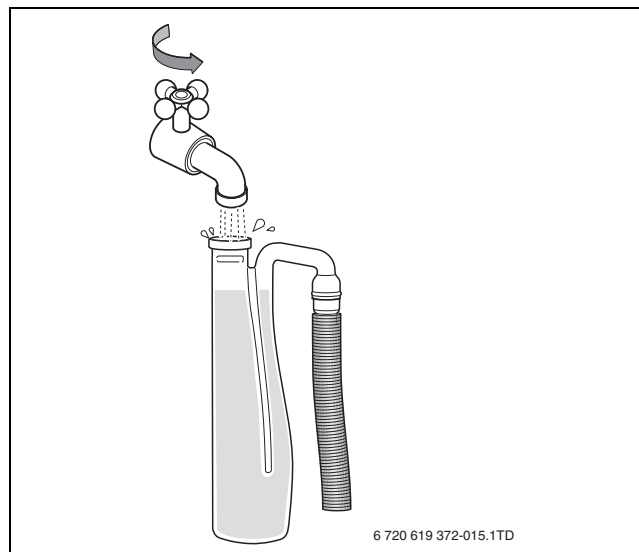

Bild 63 Siphon mit Wasser füllen
- ▶ Siphon mit circa einem Liter Wasser füllen (→ Bild 63) und Siphon wieder einbauen.